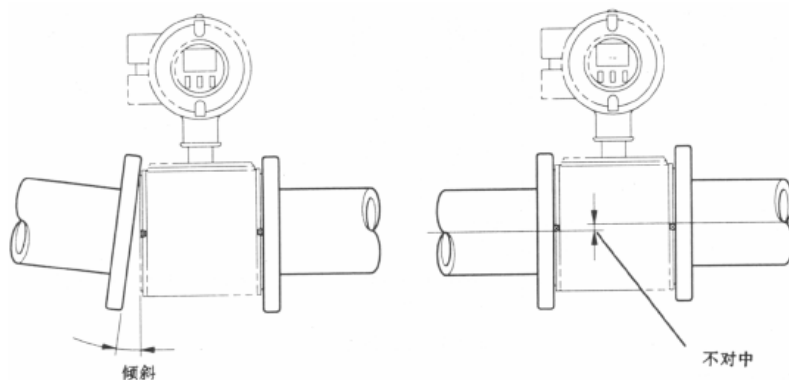

图 4.2.2 邻接管道的倾斜与不对中
(1) 在安装流量计时，先校正管路的不对中或倾斜，以及两法兰之间的安装距离偏差(见图 4.2.2)。